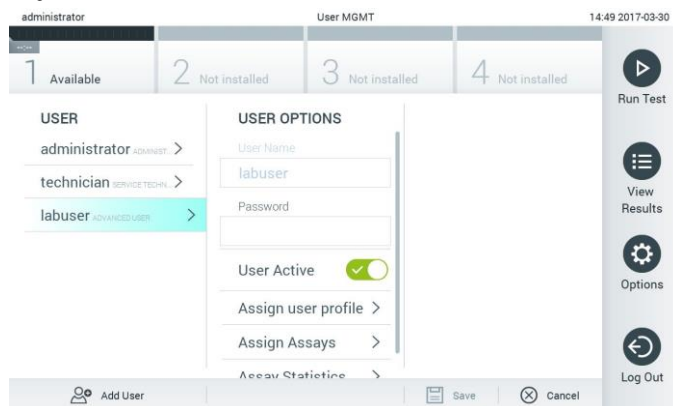

Figura 48. Selezione e gestione degli utenti.
2. Selezionare l'utente da gestire dall'elenco nella colonna di sinistra dell'area dei contenuti (Figura 48).